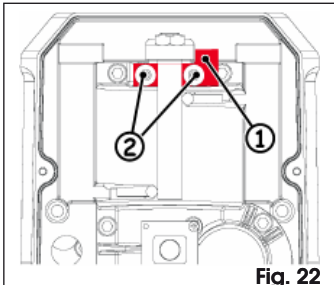

Fig. 22
3. Repositionner la plaquette dès qu'elle est tournée de 180° par rapport à sa position d'origine, Fig. 22 réf. ①.
4. Fixer le tout avec les deux vis Fig. 22 réf. ②.